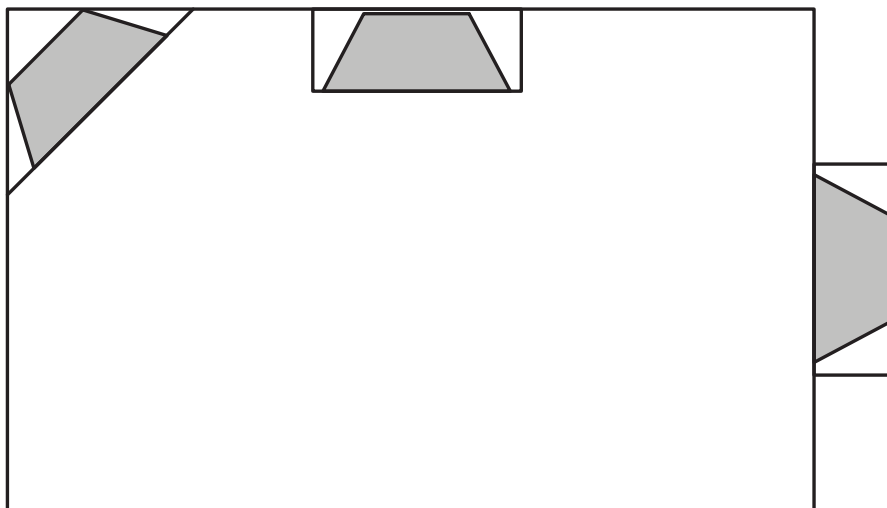

Figura 2: ubicación de la chimenea
- Minimice las modificaciones en la construcción existente. Consulte la Figura 2 que aparece más adelante para ver las ubicaciones sugeridas.